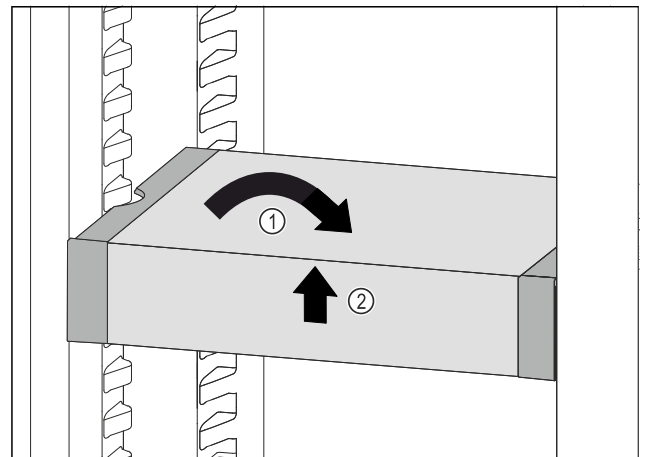

Fig. 170
- ▶ 将 VarioSafe 放平。 Fig. 170 (1)
- ▶ 抬起 VarioSafe 前部。 Fig. 170 (2)